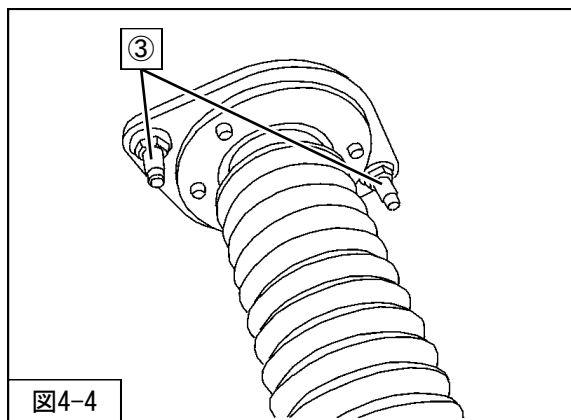

図4-4
③リアショックアブソーバASSYアッパー取付ナット（締付トルク：28N・m）を車両に取付けてください。（図4-4）